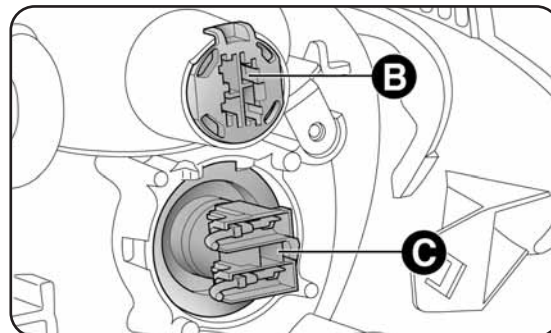

fig. 23
- extraire la douille B-fig. 23, sortir l'ampoule et la remplacer;
- extraire la douille C-fig. 23, sortir l'ampoule et la remplacer;